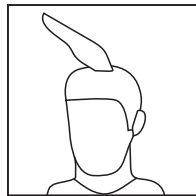

Figura 6
•Usando os pentes de 21-36mm, cortar os cabelos do alto da cabeça de trás para frente na direção contrária ao crescimento dos cabelos (Figura 6).
•Cortar por cima do pente com os cabelos levantados ou segurar os cabelos entre os dedos para levantá-los e cortá-los no comprimento desejado (Figura 6 e 7).